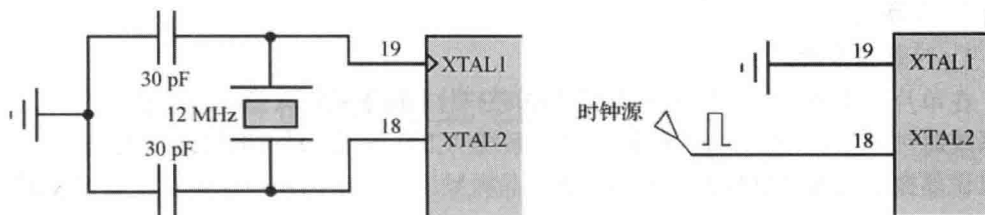

图 1.3 内、外时钟连接方式
(1) RST(9 引脚)。RST 为单片机的复位引脚。当引脚上出现 24 个时钟周期以上的高电平时有效。复位后，单片机程序重新开始执行，单片机正常工作时，该引脚应保持低电平。
(2) XTAL1 和 XTAL2(19, 18 引脚)。XTAL1 引脚为片内振荡电路的输入端，XTAL2 引脚为片内振荡电路的输出端。51 系列单片机的时钟产生有两种方式，一种是内时钟振荡方式(如图 1.3 左图)，需要在 18 和 19 引脚上外接石英晶体和振荡电容，一种是外部时钟振荡方式，即将 XTAL1 接地，外部时钟信号从 XTAL2 脚输入(如图 1.3 右图)。